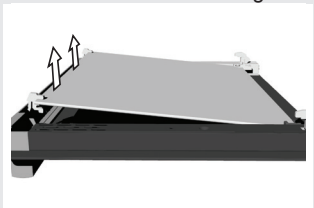

figure 3
- Pour démonter la troisième vitre interne (uniquement sur certains modèles), soulevez-la et retirez-la. Enlevez aussi le joint en caoutchouc sur la verre (figure 3).